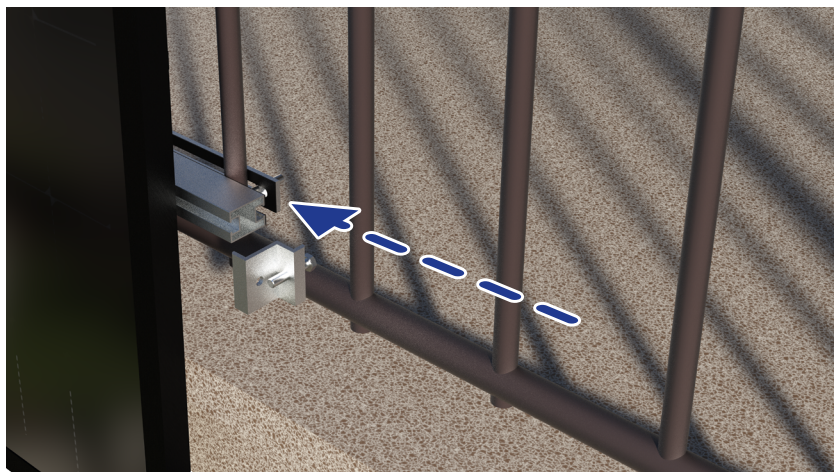

Fig. 13
9. Inserire la testa del bullone della piastra a "Z" all'interno del binario del profilato metallico (Fig. 13).